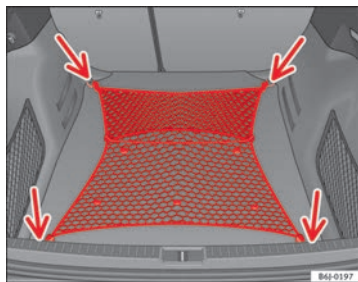

Fig. 95 Rete fermacarico distesa
- Agganciare la rete fermacarico ai quattro occhielli di ancoraggio -freccie- → fig. 95.